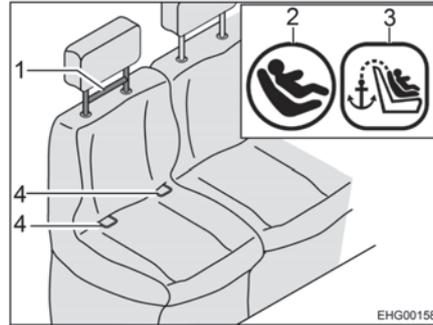
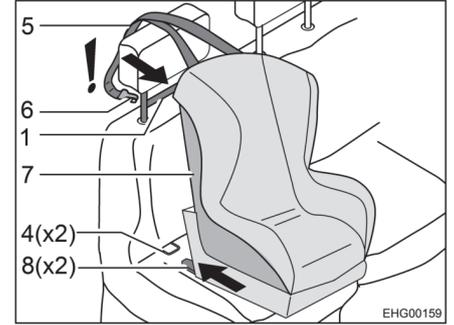

Fig. 11 Asiento con ISOFIX
Fig. 12 Fijación con ISOFIX
Los asientos del vehículo apropiados para ISOFIX tienen el símbolo ISOFIX (Fig. 11,2). La situación del Top Tether también está marcada con un símbolo (Fig. 11,3).
- Dejar que los brazos de enganche (Fig. 12,8) engatillen en los puntos de anclaje (Fig. 11,4). En esto, se deberá oír un clic distintivo.
- Con un fuerte tirón verificar que el asiento infantil (Fig. 12,7) esté firmemente fijado.
- Pasar la correa Top Tether (Fig. 12,5) sobre el reposacabezas del asiento del vehículo.
- Enganchar el gancho de fijación (Fig. 12,6) en el Top Tether (Fig. 11,1).